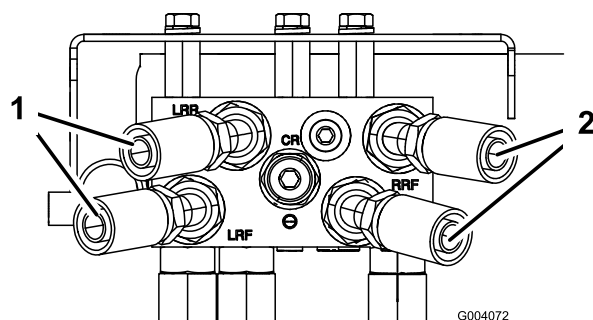

Figure 6
1. Vissez légèrement le raccord à 45° de chaque flexible hydraulique sur les raccords droits à l'arrière du collecteur (Figure 6).